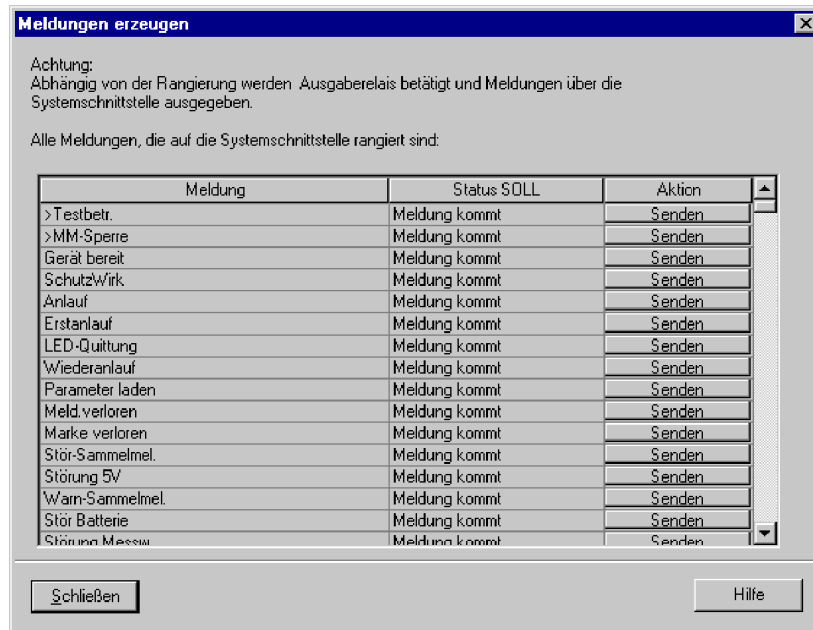

Bild 3-18 Schnittstellentest mit der Dialogbox: Meldungen erzeugen — Beispiel
- Doppelklicken in der Listenansicht auf **Meldungen erzeugen**. Die Dialogbox **Meldungen erzeugen** wird geöffnet (siehe Bild 3-18).